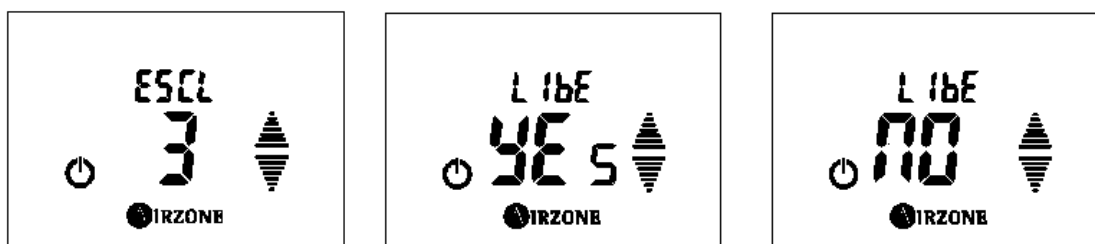

Fig. 74
- o **Libertar uma saída de controlo:** Se deseja libertar uma saída de controlo que esteja associada, selecione-a com as setas ▲▼ e toque em **AIRZONE** para aceder ao menu de libertar. Neste menu aparecerá, por defeito, a opção YES para libertar a saída de controlo. Caso não queira libertar essa zona, selecione NO e toque em **AIRZONE** para voltar ao menu anterior. Outra opção para sair é tocar em  e volta ao menu anterior.(Fig. 74)